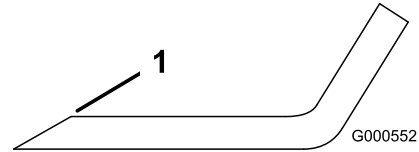

Figura 76
1. Utilice una lima para afilar el filo de corte en ambos extremos de la cuchilla (Figura 76).
**Nota:** Si la cuchilla no está equilibrada, rebaje algo el metal en la parte de la vela solamente con una lima (Figura 76).